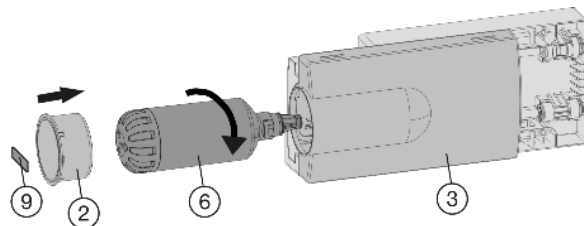

Fig. 28
- Coloque la tapa del cajón Fig. 28 (3).
- Retire la lámina del filtro de agua Fig. 28 (6).
- Coloque el filtro de agua Fig. 28 (6) y gírelo unos 100° hacia la derecha hasta que haga tope.
- Introduzca la tapa del filtro Fig. 28 (2).
- Añote la fecha de la próxima sustitución en la etiqueta adhesiva Fig. 28 (9) suministrada y pegue dicha etiqueta en el módulo.